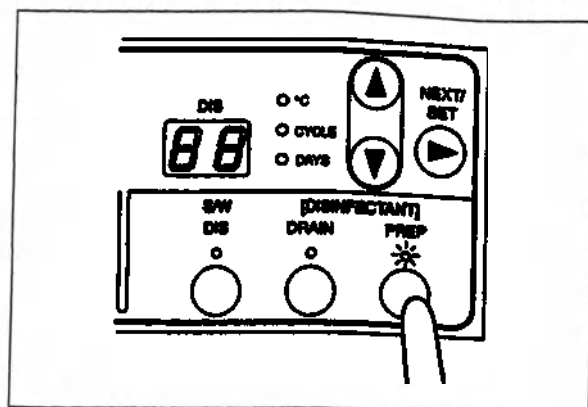

Рис. 4.46
4. Нажмите и удерживайте кнопку «[DESINFECTANT] DRAIN» на вспомогательной панели управления в течение более 2 секунд (происходит разблокирование лотка для сосудов с дезинфицирующим раствором) (см. рис. 4.46).